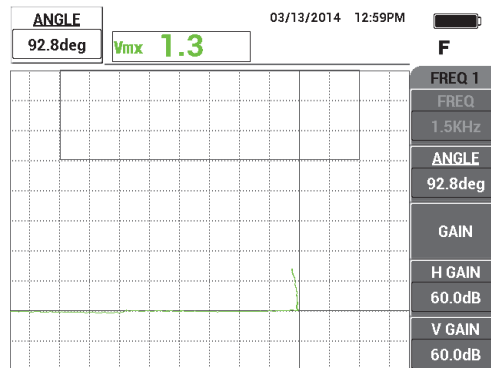

Abbildung 5-93 Einstellen des Liftoff-Winkels auf horizontal
8. Drücken Sie die Direktzugriffstaste ANGLE () und stellen Sie den Liftoff-Winkel ein, so dass er horizontal ausgerichtet ist (siehe Abbildung 5-93 auf Seite 208).